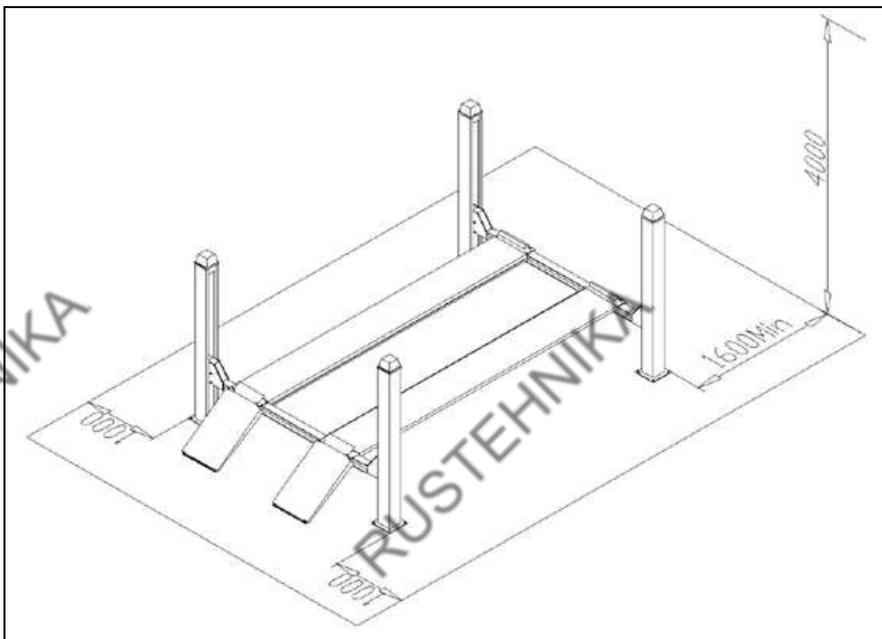

Рис. 2. Размеры площадки для установки подъемника
4.1.2 Размеры площадки (см. рис. 2), необходимой для установки подъемника, должны быть не менее 5,5 x 8 м.
4.1.4 Основание, на котором будет размещаться подъемник должно быть ровным и допускать удельную нагрузку не менее 3000 кг/м². Фундамент должен быть сплошным толщиной не менее 300 мм из бетона марки не ниже М200 ГОСТ 7473-94. Толщина покрытия пола (плитка, панели, и т. п.) должна быть не более 50 мм. Ориентировочные размеры места установки подъемника указаны на рис. 2а.
Рис. 2а. Установочные размеры подъемника